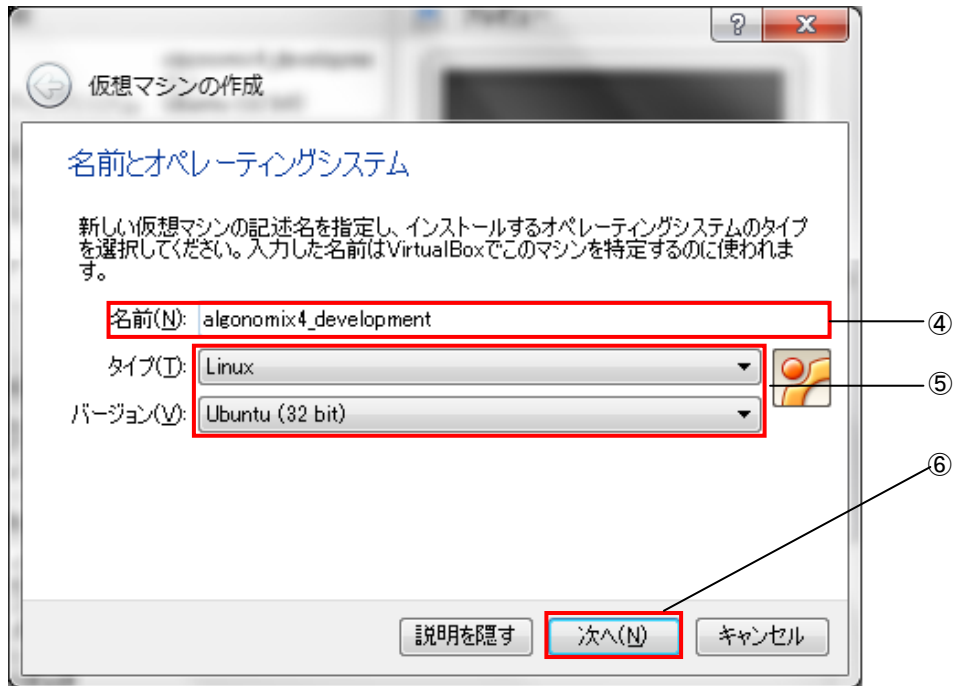

図 3-2-4-3. マシン名、OS タイプの設定
- ⑦ 図 3-2-4-4 のようなメモリ設定画面に変わります。仮想マシンのメモリサイズを入力します。
- ⑧ [次へ(N)]をクリックします。